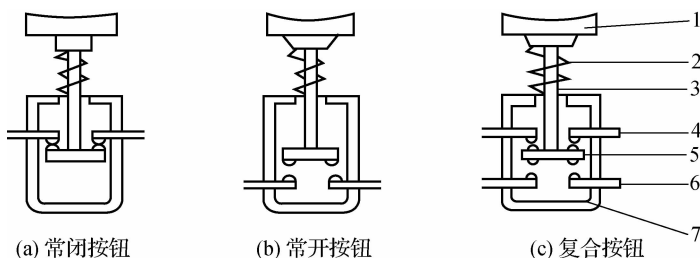
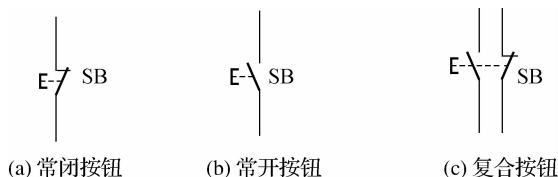

图 1-20 按钮的结构
图 1-21 按钮的符号
(2)按钮的结构与符号。按钮一般由按钮帽、复位弹簧、桥式动触点、静触点和外壳等组成,按钮的结构如图 1-20 所示。按钮的符号如图 1-21 所示。